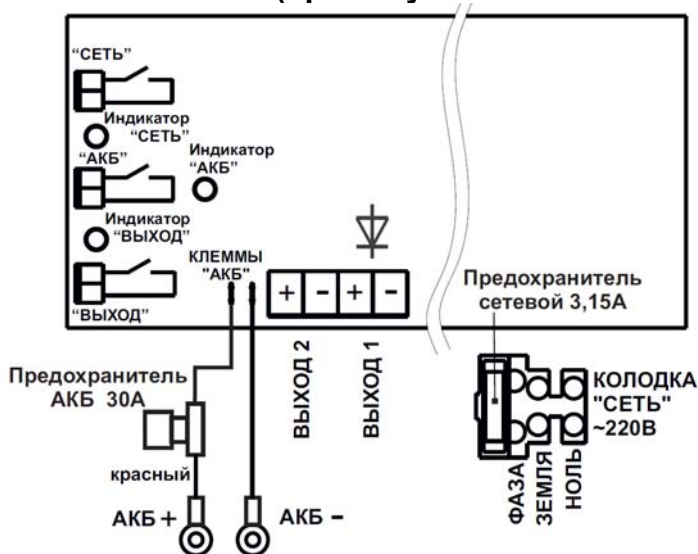

Рисунок 1 - Вид изделия с открытой крышкой (схема подключения)
- формирование выходных сигналов «СЕТЬ», «АКБ» и «ВЫХОД» в формате «СУХИЕ КОНТАКТЫ РЕЛЕ» (при наличии сигнала соответствующий контакт замкнут, см. рисунок 1);
На днище корпуса расположена печатная плата и клеммная колодка «СЕТЬ» со встроенным сетевым предохранителем (см. рисунок 1).
При необходимости отключения напряжения сети нужно извлечь, а для подачи сетевого напряжения вставить обратно, держатель с предохранителем в сетевой колодке (см. рисунок 1).
Подключение устройства производится при отключенном сетевом напряжении и открытой крышке (см. рисунок 1) в следующей последовательности: